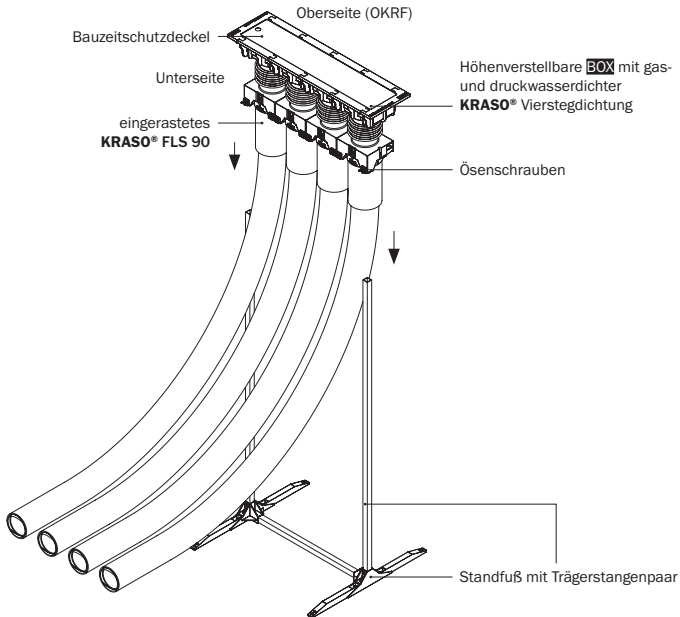

Abbildung 6.1: Bodenpattelement mit FLS 90 Aufstellvorrichtung auf Trägerstangenpaar aufschieben
6. Montage **BOX** (s. Abbildung 6.1)